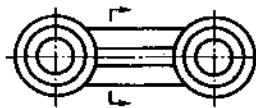

图 37
37. 按剖切线的位置在主视图（图 37）上画重合断面，按剖切符号的位置画移出断面。